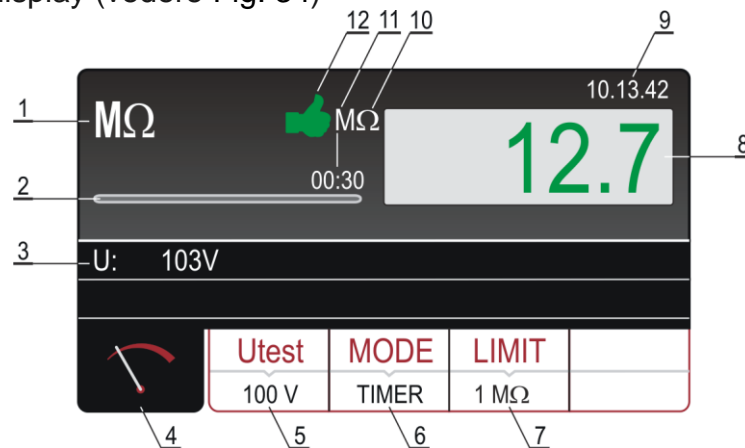

Fig. 34: Risultato misura MΩ
7. Premere il tasto **START/STOP** per eseguire la misura. Il risultato del test è mostrato a display (vedere Fig. 34)
10. Premere il tasto **START/STOP** per eseguire la misura. Il risultato del test è mostrato a display (vedere Fig. 34)